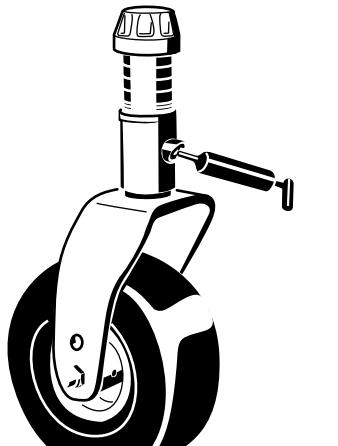

Figura 45
- Casquinho do eixo da forquilha da roda giratória (1) (Figura 45)
- Casquilhos articulados do braço intermédio (1) (no braço intermédio)